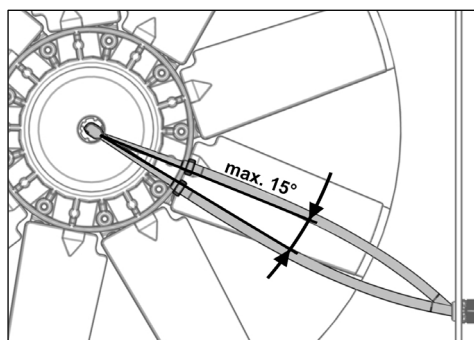

Fig. 30
- ▶ Compruebe la tensión y, dado del caso, vuelva a tensar la manguera de presión (véase la Fig. 30).